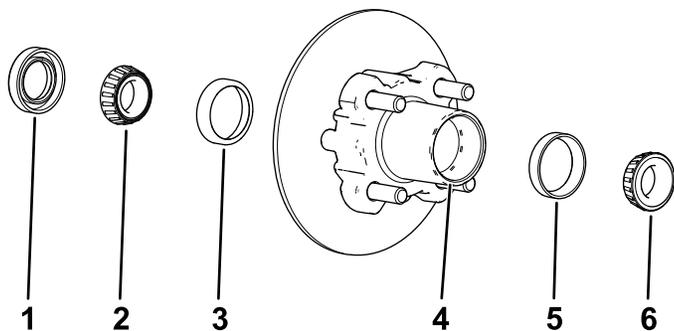

Figura 39
1. Retire el cojinete exterior y el anillo de rodadura del cubo (Figura 39).
2. Retire la junta y el cojinete interior del cubo (Figura 39).
5. Limpie el hueco del cubo para eliminar cualquier resto de grasa, suciedad y residuos (Figura 39).
7. Llene el hueco del cubo hasta un 50 – 80% de su capacidad con grasa del tipo especificado (Figura 39).
8. Monte el cojinete interior sobre el anillo en el lado interior del cubo e instale la junta (Figura 39).